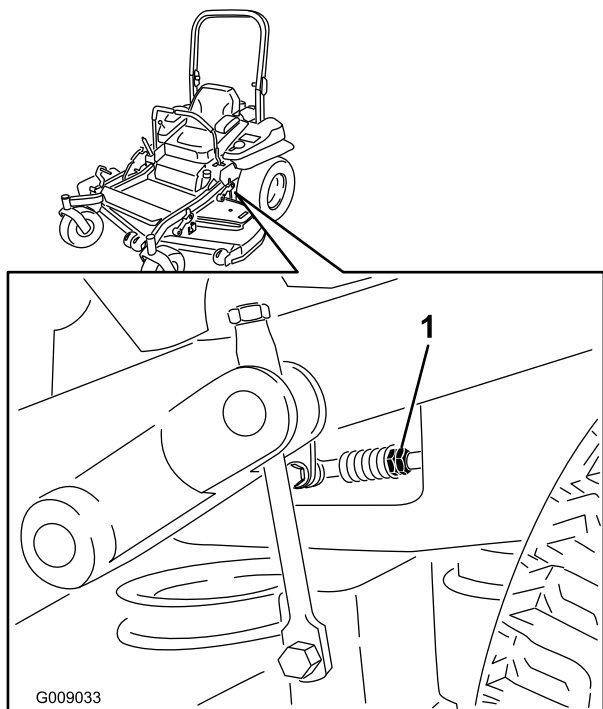

Figure 80
7. Placez les leviers de commande de déplacement en position point mort. Réglez la longueur des tiges de pompes en tournant les doubles écrous dans le sens voulu jusqu'à ce que les roues tournent légèrement en marche arrière (Figure 80). Placez les leviers de commande de déplacement en position de marche arrière et, tout en appuyant légèrement sur les leviers, laissez les ressorts de marche arrière ramener les leviers au point mort. Les roues doivent s'arrêter de tourner ou tourner légèrement en arrière.